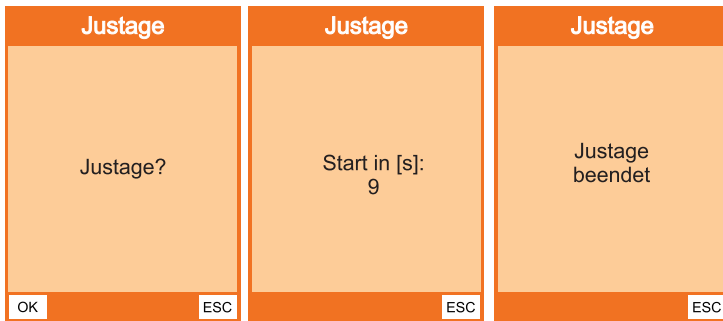

Abb. 16: Justage
3. Wählen Sie **Justage**. Die Startansicht der **Justage** erscheint (Abb. 16, Bild links).